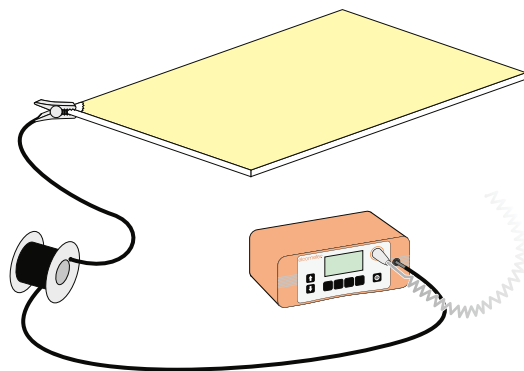

Bild 2
- 2 Schließen Sie die Klemme am Masse-Signalrückleitungskabel an einer freiliegenden Stelle des Substrats an. Schließen Sie das andere Kabelende am Gerät an (Bild 2).